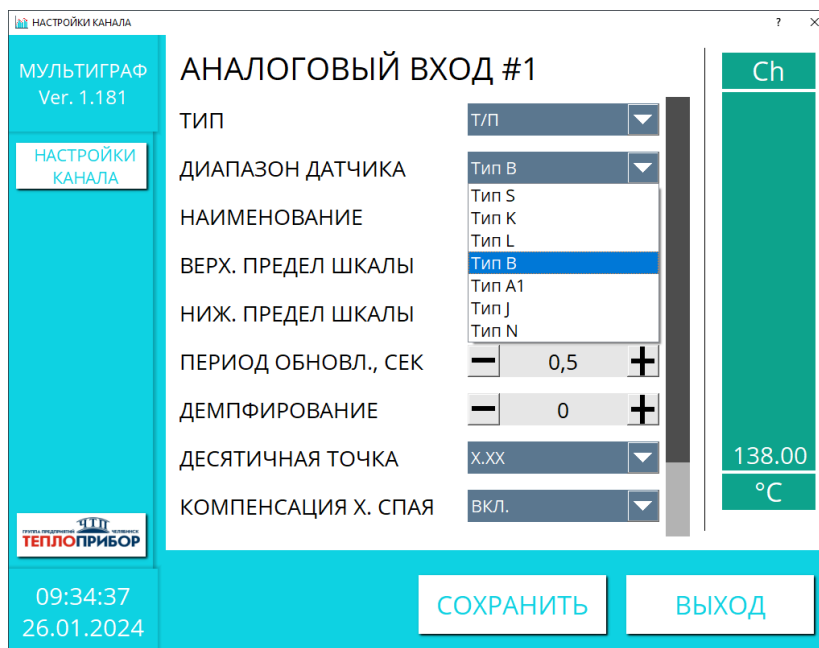

Рисунок 2.12 – Параметры настройки входа измерения термопар
3) При измерении температуры при помощи термопар доступны следующие типы: S, K, L, B, A1, J, N (рис. 2.12);